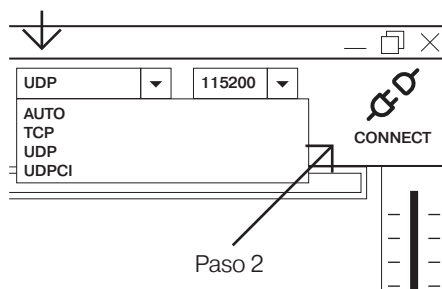

Figura 17
4. Seleccione la opción “UDP” en el desglosable superior derecho y pulse el icono “Conectar”. (Figura 17)